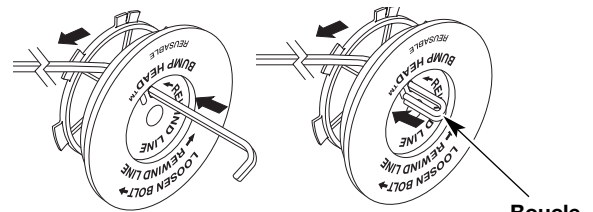

Fig. 36
- Découpez environ 3 m (10 pi) de fil neuf. Insérez une extrémité de fil dans l'un des deux trous du moulinet intérieur (Fig. 36). Tirez le fil jusqu'à ne laisser que 10 cm (4 po) environ.
- Insérez l'extrémité du fil dans le trou ouvert du moulinet et tirez sur le fil pour que la boucle soit le plus petit possible (Fig. 36).